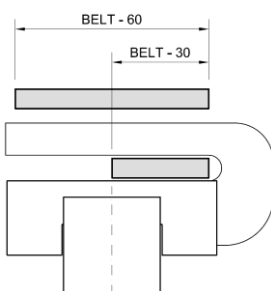

Fig. 1
2. Introduzca completamente la cinta entre los ganchos, como se muestra en la figura inferior (Fig. 1). Asegúrese de que la cinta está bien ajustada a los ganchos.